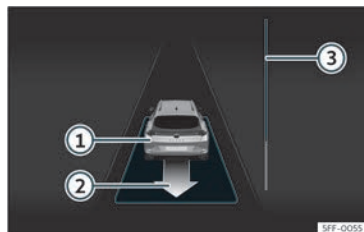

Fig. 174 Sul display del quadro strumenti: uscire da un parcheggio in linea.
- Retrocedere finché non si sentirà il segnale continuo del ParkPilot; **OPPURE:** spostarsi in retromarcia finché nel display del quadro strumenti non comparirà l'indicazione di spostarsi con la marcia in avanti. La barra di avanzamento >>> **fig. 174**  indica la distanza che si deve percorrere >>> pag. 280.